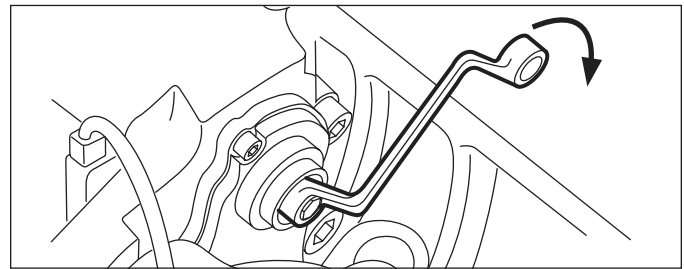

Figura 21 – Aplicaciones moderadas de los frenos: la llave se mueve en el sentido de las agujas del reloj a medida que se reduce el espacio de marcha
4.2.3 Cuando el mecanismo de ajuste pueda retroceder normalmente, coloque una llave de estrella acodada en el adaptador de cizalla para que pueda girar libremente en el sentido de las agujas del reloj sin entrar en contacto con partes del vehículo (*consulte la figura 21*). Realice de cinco a diez aplicaciones moderadas de los frenos [a aproximadamente 30 psi (2 bar)] y observe que la llave de estrella acodada o de trinquete deben girar en sentido de las agujas del reloj en pequeños incrementos.